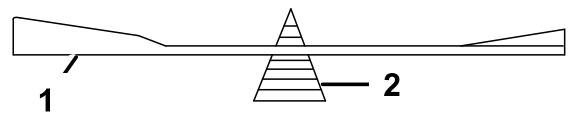

Figura 105
- Verifique el equilibrio de la cuchilla colocándola sobre un equilibrador de cuchillas (Figura 105).